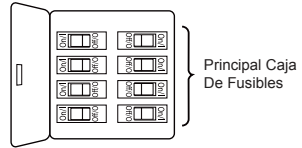

Figura 1
1. Asegure las tres aspas usando los 1/4"-20 tornillos con arandela de seguridad y placa de pala desde el bolsos de accesorios. Luego a través de los orificios ubicados en la parte inferior del motor. (Figura 1)
Para evitar una posible descarga eléctrica, asegúrese de cortar la alimentación eléctrica de la caja de fusibles principal antes de colgar el ventilador. (Figura 1)
1. Para configurar el código de unidad del receptor. Deslice los interruptores de código a las mismas posiciones que en el transmisor. (Figura 1)